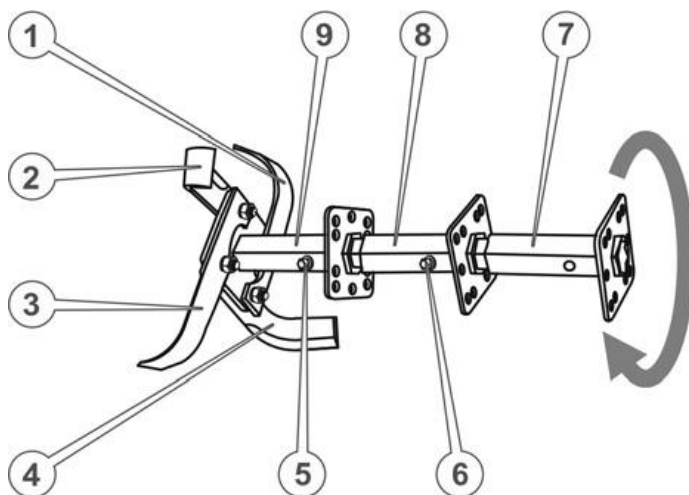
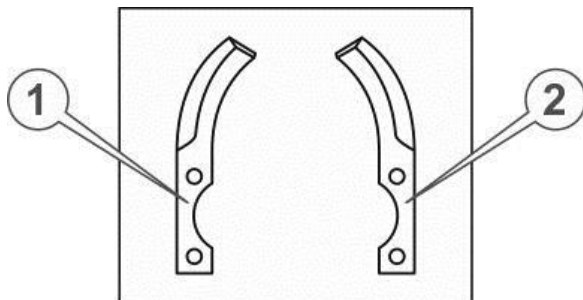

Рисунок 5.7 – Ґрунтофреза 4-секційна
Рисунок 5.8 – Правий та лівий ножі
1. Встановити додаткову маточину ротора в шестигранний отвір основної маточини та зафіксувати, щоб уникнути можливого осьового зсуву, болтом М8х80 з плоскою і пружинною шайбою (див. рис. 5.7).
3. Взяти з комплекту ґрунтофрези по одному лівому і правому ножу (див. рис. 5.8).
4. Притулити приготовані ножі (наприклад, поз. 2 і поз. 3 на рис. 5.8) до кріпильного квадрата маточини уздовж двох суміжних сторін цього квадрата у такий спосіб, щоб квадрат опинився всередині загинів ножів, загострені частини ножів були спрямовані за ходом обертання (як зазначено стрілкою на рис. 5.7), кріпильні отвори ножів збіглися з отворами квадрата, водночас кінцевий отвір одного ножа (поз. 3) збігся із серединним отвором іншого ножа (поз. 2). Утримуючи ножі в такому положенні вставити в отвір болт, надіти шайби й наживити гайку.